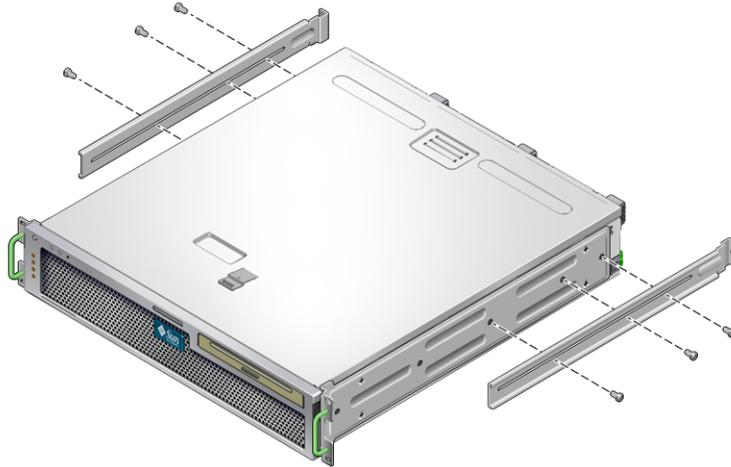

ABBILDUNG 3-3 Anbringen der rückwärtigen Haltebügel
5. Bringen Sie die rückwärtigen Haltebügel so an der Serverrückseite an, dass die gemessene Rack-Tiefe erreicht wird (ABBILDUNG 3-3).